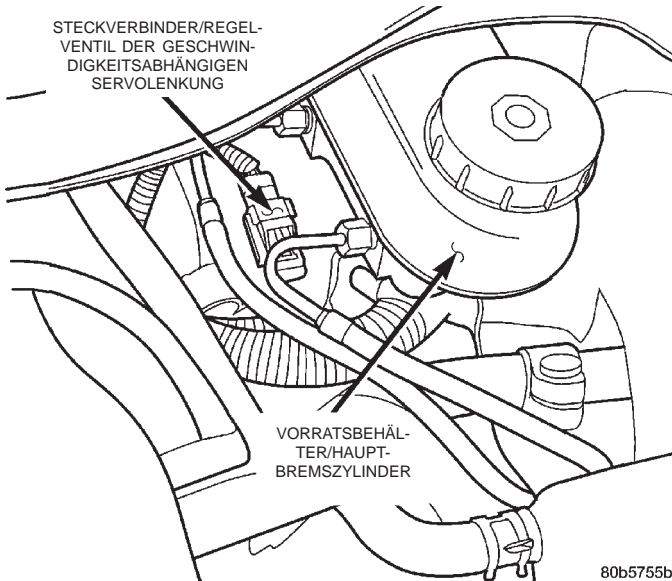

Abb. 12 Kabelbaum-Steckverbinder für Regelventil der Servolenkung
(15) Bei Fahrzeugen mit geschwindigkeitsabhängiger Servolenkung den Steckverbinder für das Regelventil vom Kabelbaum an der Lenkgetriebe-Abschlusskappe unterhalb des Hauptbremszylinders abziehen (Abb. 12).
(15) Bei Fahrzeugen mit geschwindigkeitsabhängiger Servolenkung den Kabelbaum-Steckverbinder am Steckverbinder des Regelventils/Servolenkung anschließen (Abb. 12).
(16) Mittelabgriff am Lenkgetriebe mit den Spurstangen ausrichten. Befestigungsschrauben der Spurstangen mit Unterlegscheiben am Lenkgetriebe montieren. **Sicherstellen, dass die Unterlegscheiben zwischen den Spurstangen und dem Lenk-**